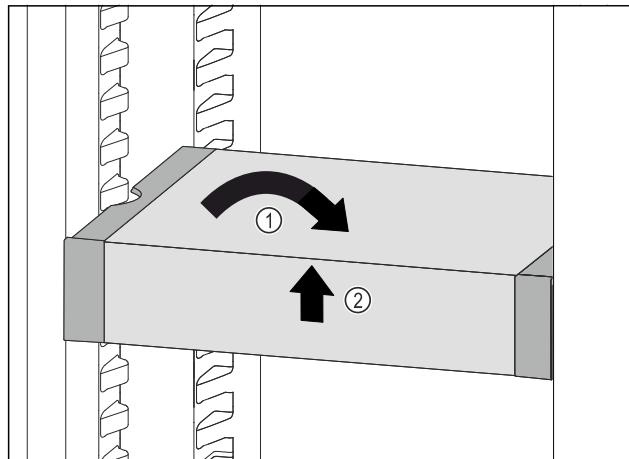

Fig. 126
► Predal VarioSafe postavite ravno. Fig. 126 (1)
► Predal VarioSafe dvignite spredaj. Fig. 126 (2)